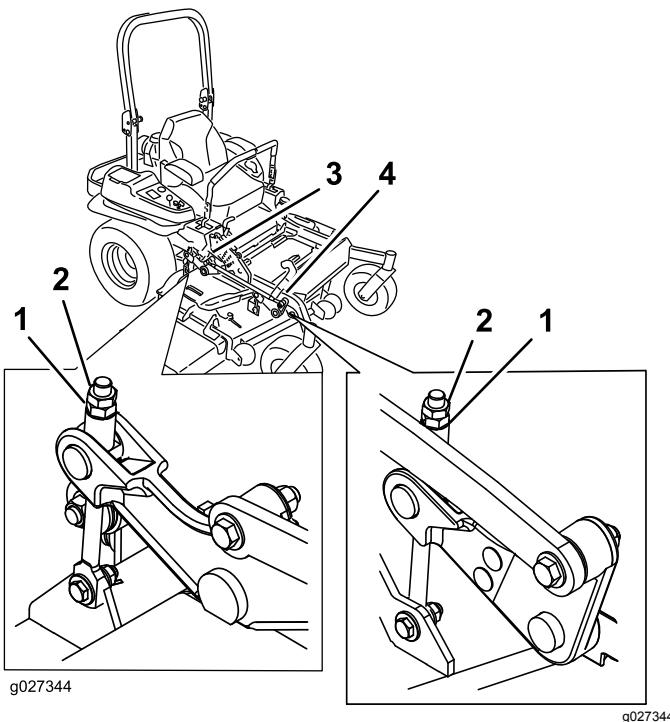

Figura 97
- 10. Afine a porca de ajuste no conjunto de elevação da plataforma frontal rodando-a (Figura 97).